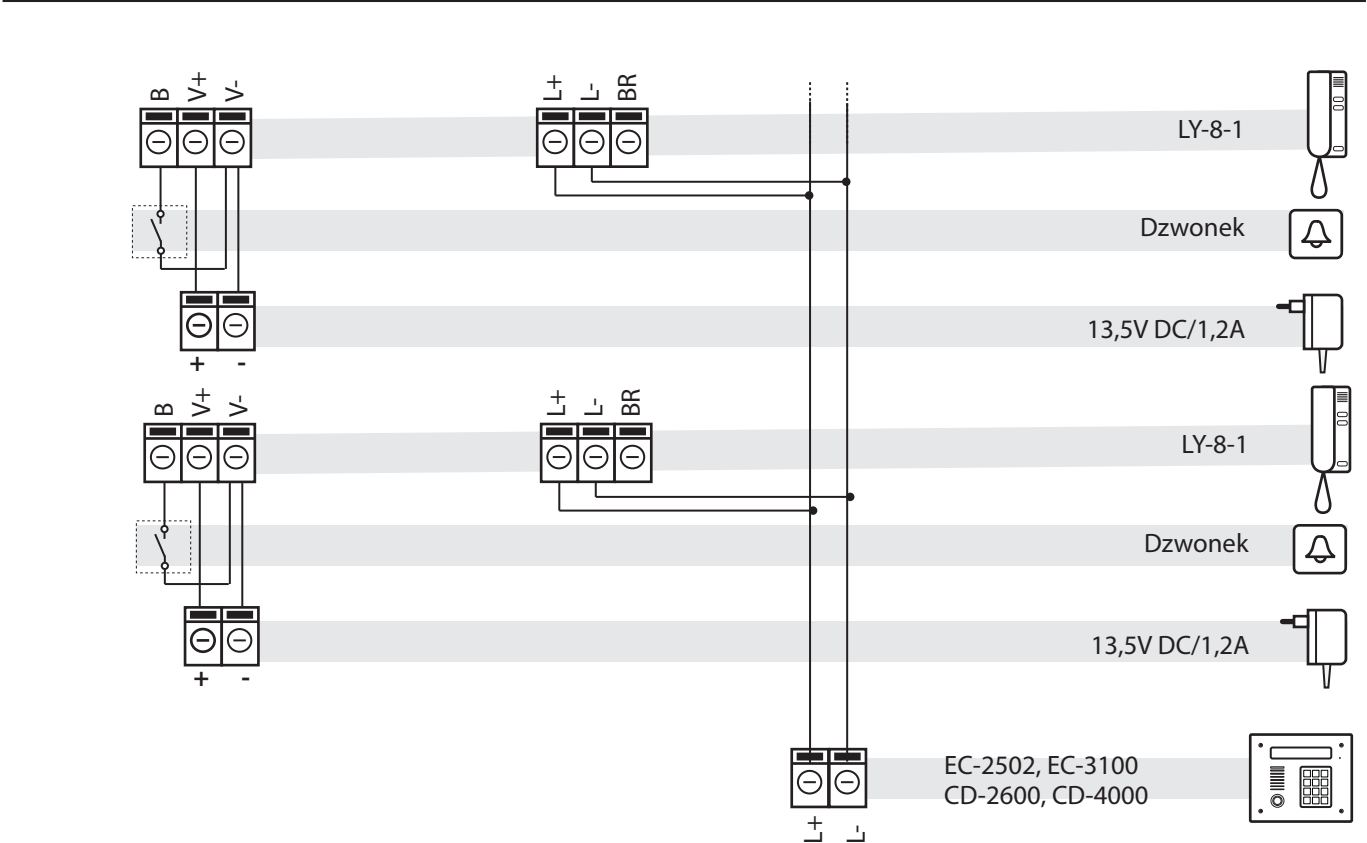

Abb. 5. Anschluss der Sprechstelle LY-8-1. Stromversorgung der Sprechstellen über lokale Netzteile.
- Schließen Sie die Klingeltaste an die Klemmen B und V- an und verbinden Sie dann die Stromkabel der Sprechstelle gemäß dem Schema in Abb. 5 oder 6.